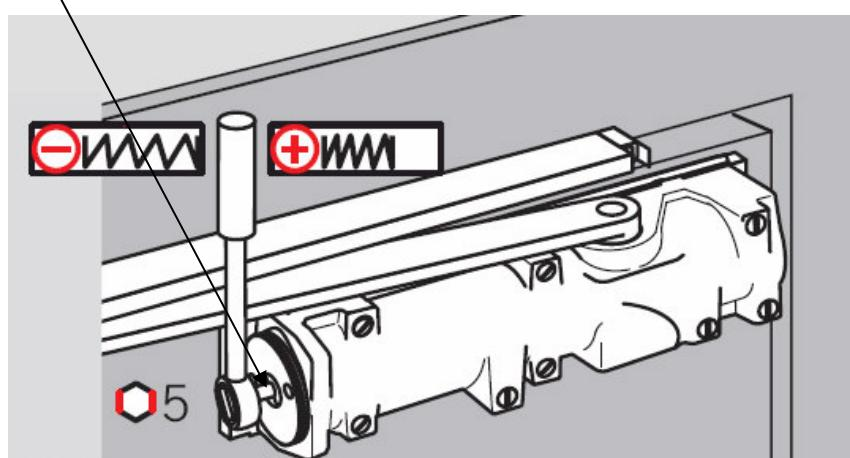

Рис. 8. Регулировка усилия доводчика **DORMA TS93**.
Регулировка усилия доводчика осуществляется предварительным сжатием пружины с помощью регулировочного винта (**рис. 8**).
6. С помощью винта на **рис. 8**, установите необходимое усилие закрывания двери.